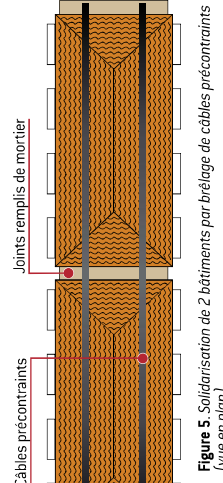

Figure 5. Solidarisation de 2 bâtiments par brélage de câbles précontraints (vue en plan)
- Solidarisation de deux blocs de bâtiment lorsqu'il est impossible de réaliser un joint de désolidarisation (fig. 5).